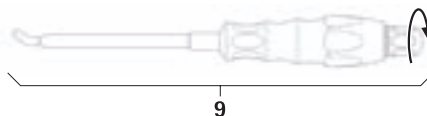

Abb. 15
- Stab-Einsetzinstrument **9** montieren, siehe Abb. 15.